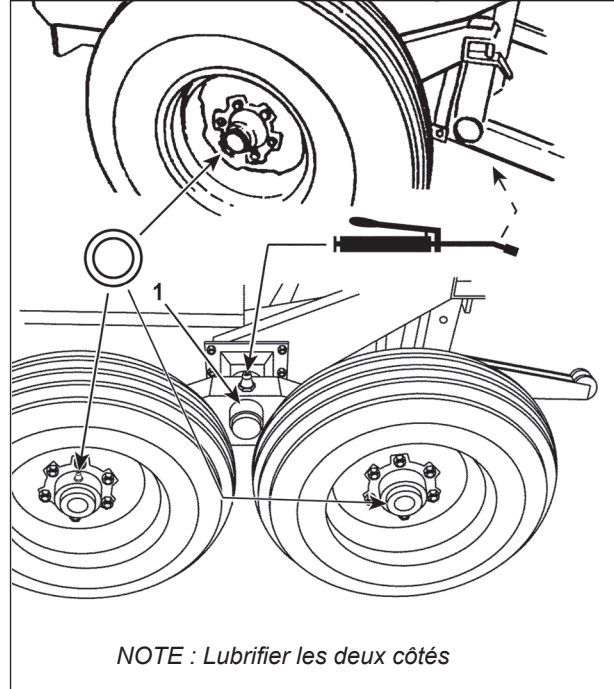

Figure 111 Essieux de roues et balancier
**NOTE :** Lever la Fourragère avec un vérin ("jack") afin d'enlever la pression sur les essieux (item 1 à la figure 111). Ceci permet à la graisse de s'étendre plus également et plus efficacement à l'intérieur du balancier.